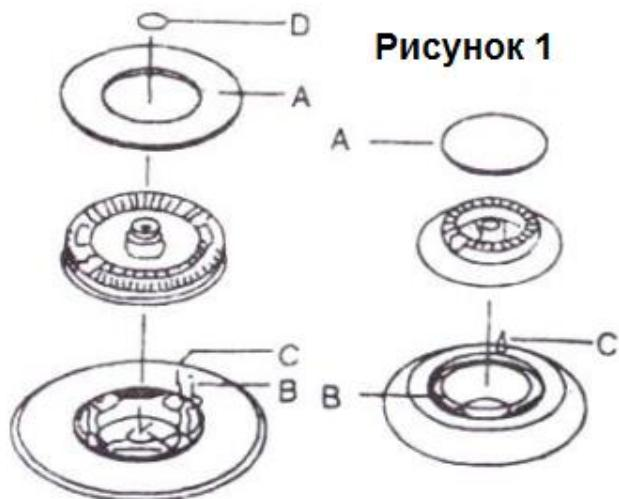

Рисунок 1
- После того, как пламя загорится, не отпускайте ручку в течение приблизительно 10 секунд: это необходимо, чтобы нагрева термопары (рисунок 1, С) и активации клапана безопасности, который в противном случае перекроет поток газа.